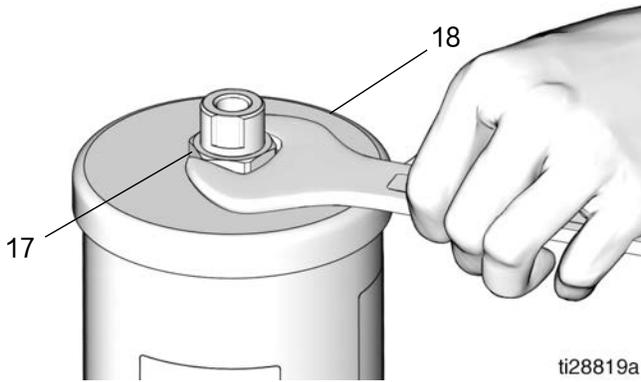

图 13
9. 液箱垫圈 (10)
盖子 (18) 是弹簧加载。按住盖子的顶部，同时使用扳手从液箱盖 (18) 上松开并拆下螺母 (17) (图 13)。